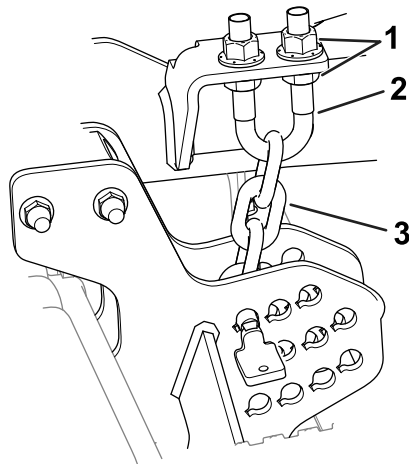

Figure 7
7. Desserrez les écrous de blocage inférieurs sur l'étrier fileté de la chaîne de hauteur de coupe (Figure 7).
8. Ajustez les écrous (Figure 7) pour lever ou abaisser l'arrière de l'unité de coupe afin de régler les pointes arrière des lames de 6 à 10 mm ($\frac{1}{4}$ à $\frac{3}{8}$ po) plus haut que les pointes avant.